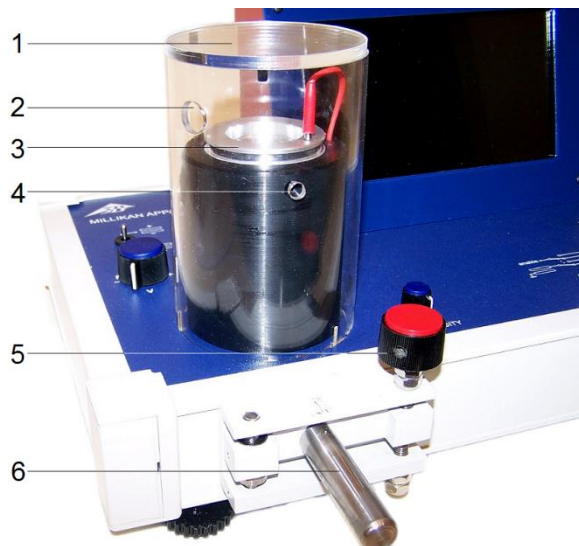

Fig. 2 Experimentierkammer:
- Vertikalsteller im Uhrzeigersinn bis zum Anschlag drehen (siehe Fig. 2).